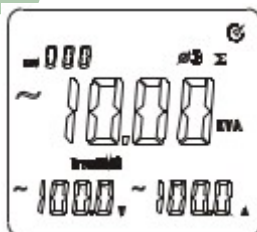

Figura 9-6
- Como muestra la figura 9-6, presione la tecla “Σ” para acumular la potencia de la tercera fase .